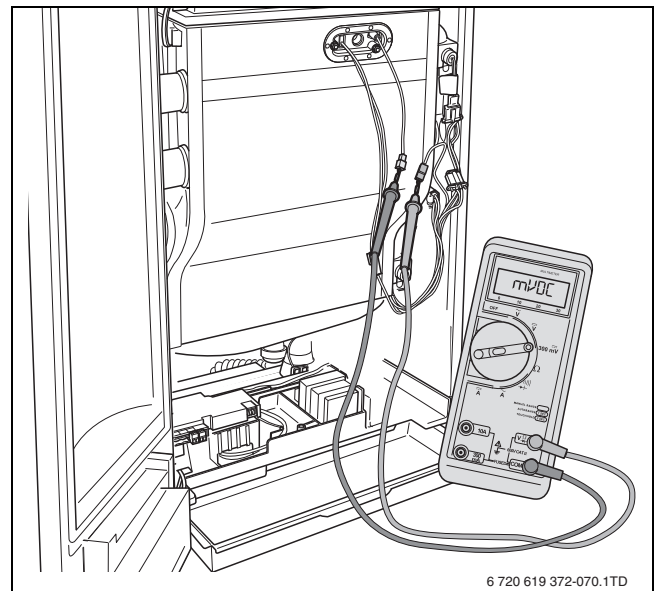

Bild 77 Ionisationsstrom messen
- ▶ Messgerät in Reihe anschließen (→ Bild 77). Am Messgerät den μ A-Gleichstrombereich wählen. Das Messgerät muss eine Auflösung von mindestens 1 μ A haben.